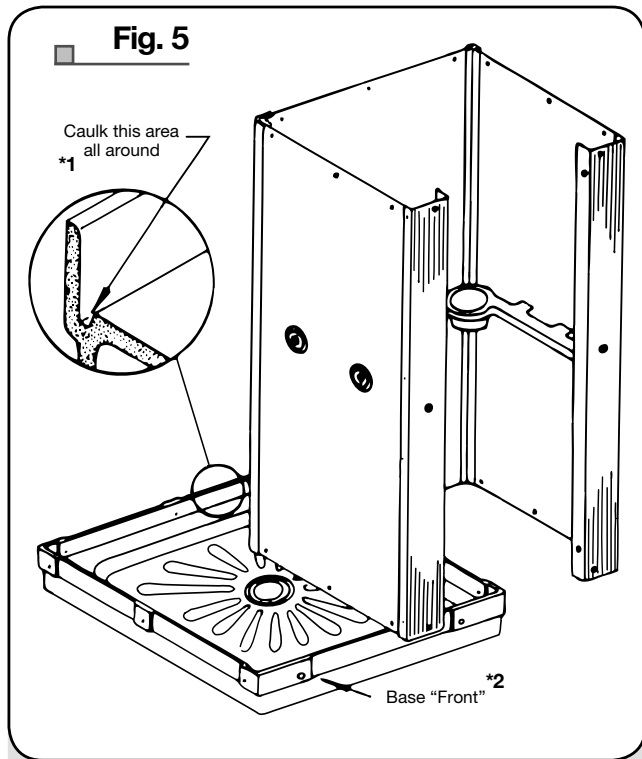

Fig. 5
5. Apply a small bead of quality waterproof caulking (not furnished) in track on Shower Base (Fig. 5). Use the Safety Rail to lift the walls and place into the track against the caulking. It may be necessary to re-tap the Corner Lock Strips and push bottom of panel into the groove to ease installation.
5. Aplique una pequeña porción de masilla a prueba de agua (no incluida) sobre el borde de la base de la ducha (Fig. 5). Use la baranda de seguridad para levantar las paredes y colóquela en la marca sobre la masilla. Puede ser necesario volver a golpear suavemente el perfil y empujar la parte inferior del panel en la ranura para que la instalación sea más sencilla.
5. Appliquez un petit cordon de calfeutrage au silicone (non fourni) dans la rainure de la base (Fig. 5). En utilisant la barre d'appui, soulevez les parois de la cabine et déposez-les sur le cordon de calfeutrage. Pour faciliter la mise en place, vous devrez peut-être retaper le joint d'étanchéité de coin et forcer le bas des panneaux dans la rainure.